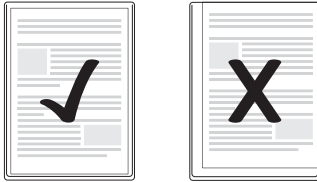

Fig. 1
- ▶ Veiller à ce que toutes les bordures du document aient au moins deux millimètres d'écart par rapport au bord de la pochette à film, comme indiqué sur la fig. 1.
- ▶ Veiller à ce que toutes les bordures du document aient au moins deux millimètres d'écart par rapport au bord de la pochette à film, comme indiqué sur la fig. 1 (cf. p. 9).